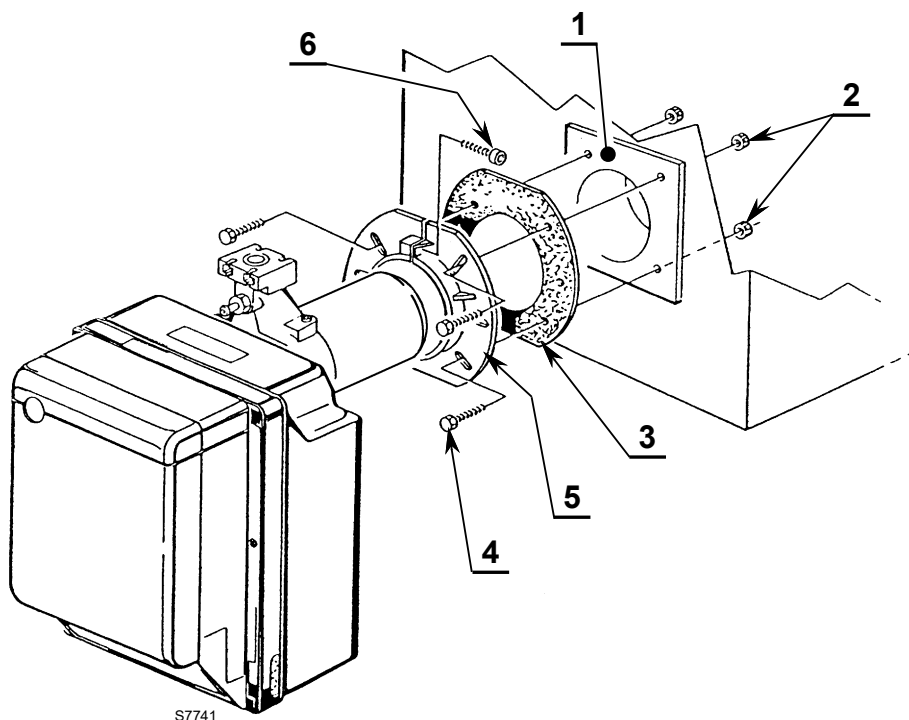

Fig. 10
- Fissare alla portina della caldaia 1)(Fig. 10) la flangia 5)(Fig. 10) interponendo lo schermo isolante 3) mediante le viti 4) e (se necessario) i dadi 2), ma tenendo allentata una delle due viti superiori 4)(Fig. 10).
- Infilare la testa di combustione del bruciatore nella flangia 5)(Fig. 10), stringere la flangia con la vite 6), quindi bloccare la vite 4)(Fig. 10) rimasta allentata.